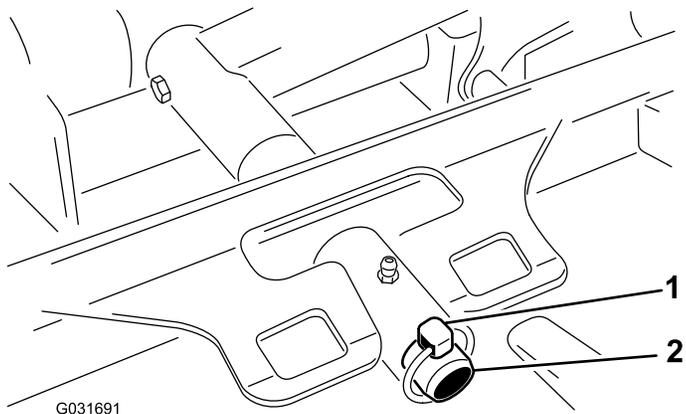

図 93
3. デッキのキャリアフレームを昇降アームのピボットピンに固定しているリンチピンを外す図93。
3. デッキのキャリアフレームを昇降アームのピボットピンに入れ、リンチピンで固定する 図 93。